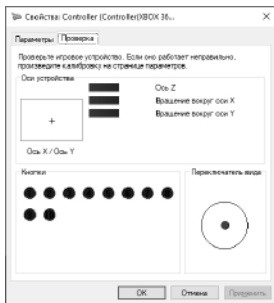

Рис. 4
• Нажав кнопку «Свойства», можно проверить исполнение команд при нажатии на кнопки и вращениях джойстика (рис. 4). Для калибровки джойстика выберите вкладку «Параметры» (рис. 5), нажмите «Откалибровать» и следуйте дальнейшим инструкциям. Кнопка «Восстановить», сбрасывает настройки по умолчанию.